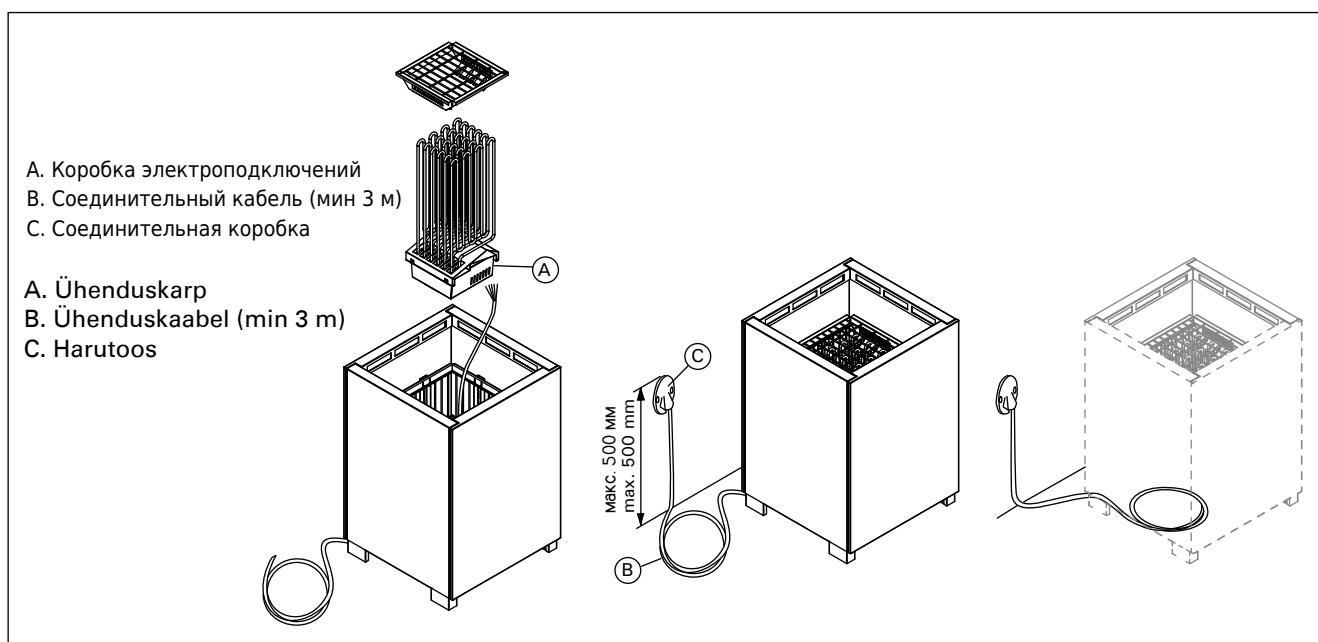

Рисунок 6. Установка каменки
- Каменка гибким проводом подсоединяется к соединительной коробке (рис. 6:C) на стене сауны. Соединительная коробка должна быть брызгозащищенной и находиться на расстоянии не выше 500 мм от пола.
- В качестве кабеля (рис. 6:B) следует использовать резиновый кабель типа H07RN-F или подобный.
См. рис. 6.